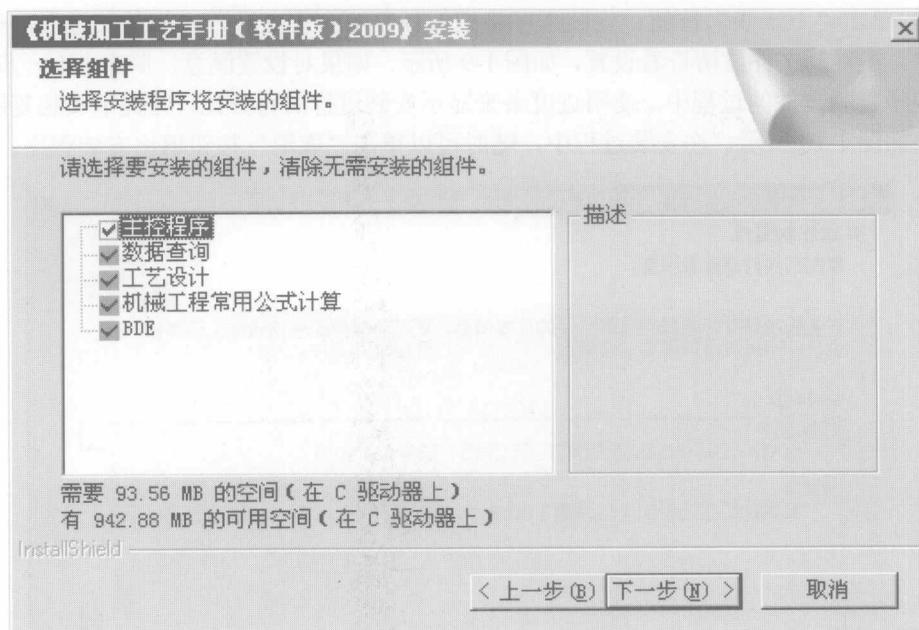

图 1-7 选择组件界面
(7) 进入如图 1-7 所示的选择组件界面。在此界面中可以选择要安装的组件（主控程序和 BDE 为必需安装的组件），不需安装的组件可不选，建议选择系统推荐的安装组件为佳。